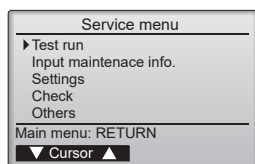

Fig. 7-3
- ③ Sélectionnez "Test run" (Test fonctions) à l'aide du bouton [F1] ou [F2] puis appuyez sur le bouton [SELECT/HOLD] (SÉLECTION/EN ATTENTE). (Fig. 7-3)